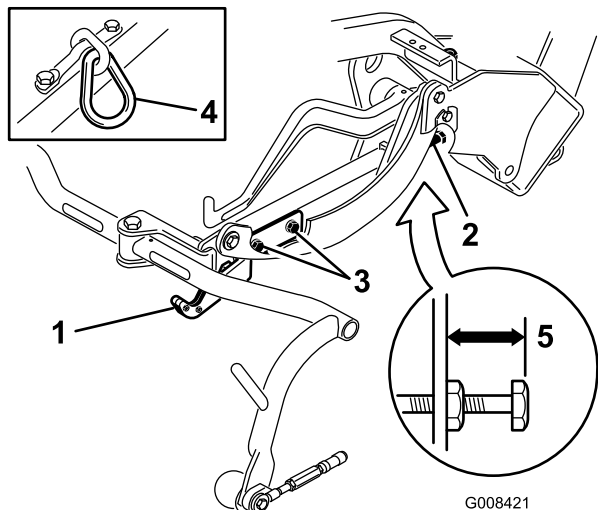

Figura 13
Controllate l'altezza di trasferimento (Figura 13 e Figura 14) e, se necessario, regolatela.
3. Sugli apparati di taglio dotati di anello o di gancio di sollevamento diretto (Figura 13 e Figura 14, da
- Allentate le viti di montaggio della piastra di trasferimento (Figura 13, Figura 14 e Figura 12).
- Se i telai portanti non si trovano alla stessa altezza, allentate il controdado della vite di regolazione del telaio portante (Figura 12, Figura 13 e Figura 14). Ruotate la vite, svitandola per sollevare il telaio e avvilandola per abbassarlo. Una volta ottenuta l'altezza desiderata, serrate il controdado.